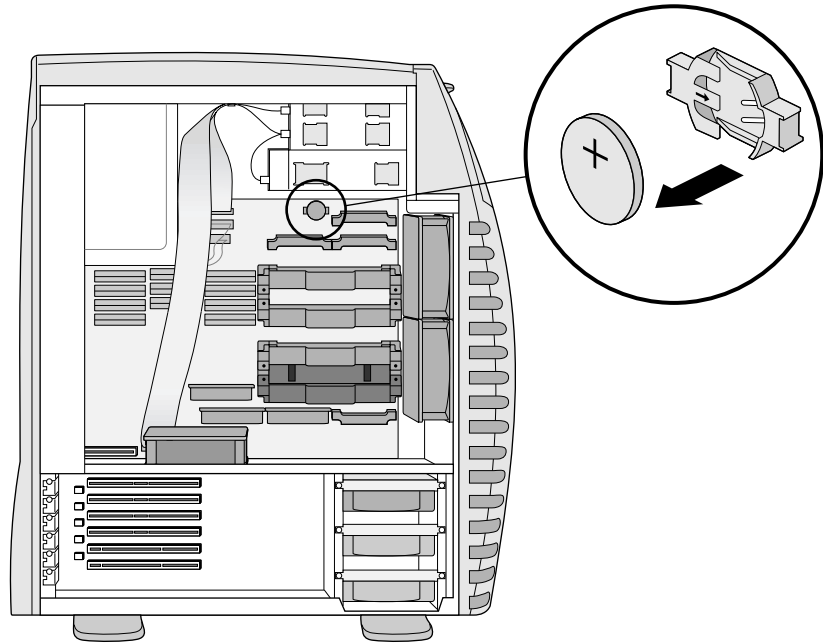

Figure 7-9 Repérage de la pile
1. Passez l'ongle de votre pouce derrière la pile et tirez-la vers vous pour la libérer (voir Figure 7-9).